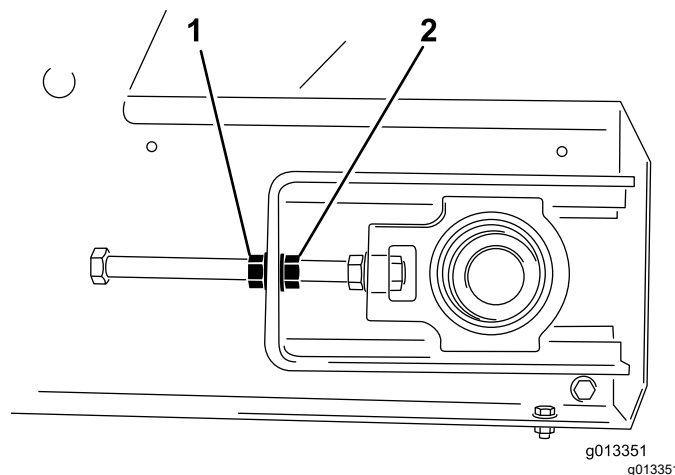

Figura 59
4. Usando 2 llaves, sujete el extremo de la varilla tensora y luego afloje la contratuerca, es decir, la tuerca más próxima al extremo de la varilla (Figura 59).
- En el lado hacia el cual se desvía la cinta, sujete el extremo de la varilla tensora, luego afloje la contratuerca y apriete la tuerca de ajuste 2 caras de la tuerca (Figura 59).